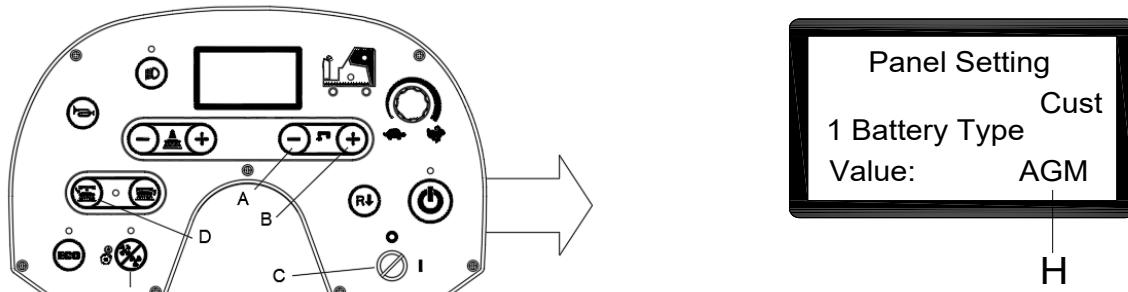

Рис. 6
1. Одновременно нажмите кнопку расхода воды «-»(A, рис. 6) и «+» (B, рис. 6).
2. Вставьте ключ зажигания (C, рис. 6) и поверните его в положение «I».
3. Через несколько секунд экран перейдет в режим выбора батареи (рис. 6).
4. Нажмите кнопку расхода воды «-» (A, рис. 6) и «+»(B, рис. 6), чтобы выбрать режим работы от батареи (H, рис. 6).
5. Нажмите кнопку отпускания (D, рис. 6), Через 3 секунды отобразится сообщение «Update OK» (Обновление выполнено) — оно означает, что настройка установлена успешно. Включите машину для повторного запуска. (C, рис. 6).